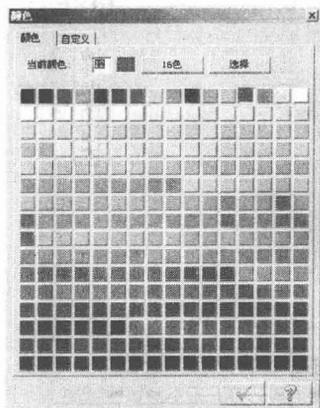
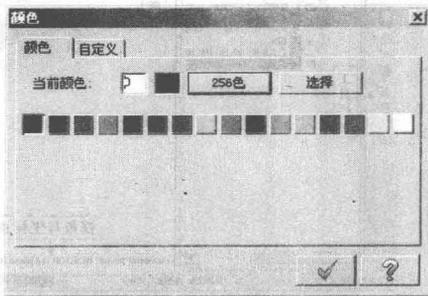

图 1-34 【颜色】对话框 (1)
图 1-35 【颜色】对话框 (2)
(1) 设置颜色。在辅助工具栏中单击  按钮，打开如图 1-34 所示的【颜色】对话框，在其中选择需要设置的颜色，图中显示的数字为色彩编号，其取值范围为 0~255。单击  按钮，可以使用 16 色模式，如图 1-35 所示。